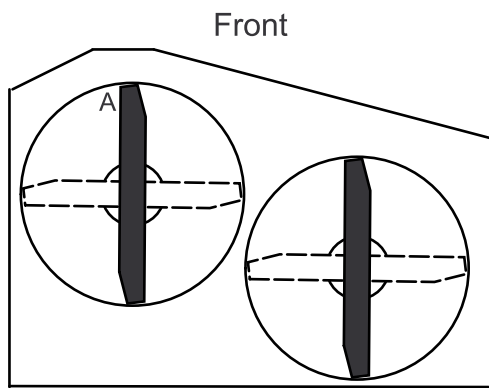

Figura 59
3. Con la máquina ubicada en una superficie nivelada, coloque una cuchilla en posición longitudinal. Mida en la posición A desde una superficie nivelada hasta el filo de corte de los extremos de la cuchilla (Figura 59).